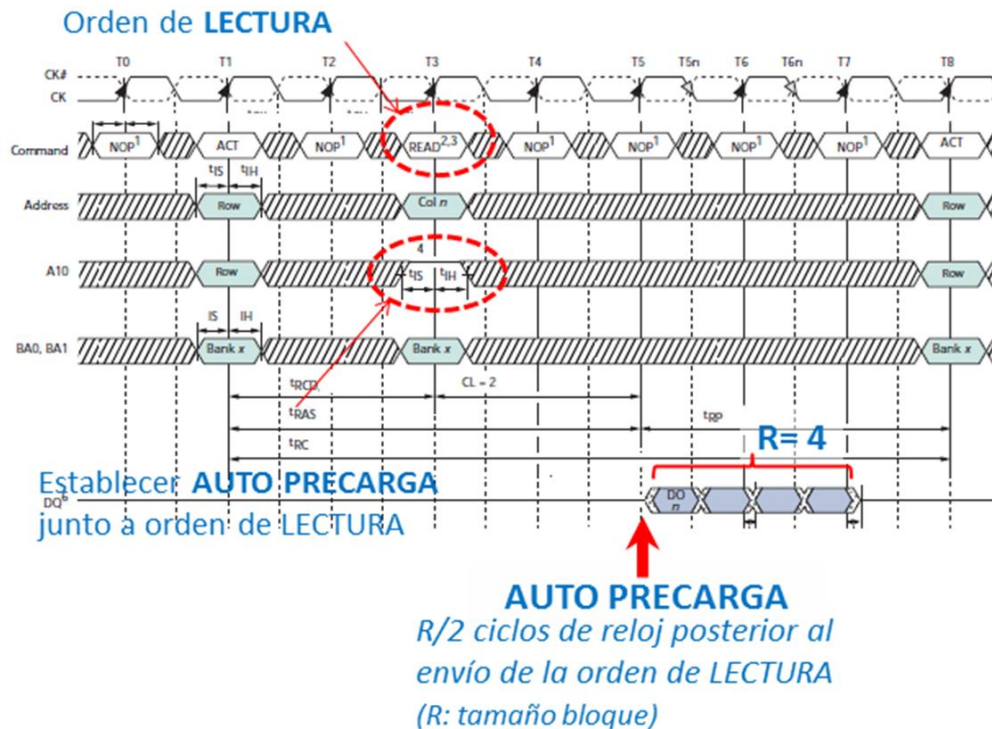

Figura 2. Habilitación de la AUTO-PRECARGA. Memoria DDR
de AUTO-PRECARGA. Esta última se ordena junto a la orden de LECTURA a través de una línea de dirección no usada en el direccionamiento de columna (A_{10} en el ejemplo de la Figura 2), con lo que se evita malgastar posteriormente un ciclo de reloj para el envío explícito de la orden de PRECARGA. Sin embargo, tiene el mismo efecto que este último y está sujeta a las mismas restricciones temporales (T_{RAS} desde el envío de la orden de ACTIVACIÓN) con la ventaja de que la precarga se realiza de forma automática y en el momento óptimo¹.
¹ El instante óptimo de la precarga suele acontecer R ciclos de reloj posterior al envío de la orden de **LECTURA**, caso de memorias SDRAM simples, o $R/2$ ciclos de reloj posterior en el caso de memorias DDR SDRAM, como se aprecia en la Figura 2. En este caso, al tratarse de un bloque de 4 palabras ($R=4$) y ser la SDRAM de tipo DDR, la precarga se hará efectiva 2 ciclos de reloj posterior al envío de la orden de **LECTURA**, coincidiendo con el volcado de la primera palabra del bloque. Obsérvese que en esta ocasión se respeta el tiempo T_{RAS} , en caso contrario, la precarga no se podría efectuar en el momento óptimo. En cualquiera de los casos, desde que la precarga es efectiva hasta que se puede enviar una nueva orden de **ACTIVACIÓN** debe transcurrir, al menos, un tiempo T_{RP} .
PARTE II. Cronograma de lectura de 4 bloques de 4 palabras. ► Ayudados por la Figura 2 y por los valores de los parámetros temporales obtenidos en el Ejercicio 1, represéntese sobre el cronograma la temporización del envío de las sucesivas órdenes (*command*), de las correspondientes direcciones de fila o columna y del volcado de los datos (D) correspondientes al acceso a 4 bloques pertenecientes a filas distintas de un mismo banco. Los comandos corresponderán a los de activación (A) y lectura (R). La dirección podrá ser de filas (F_i) o de columnas (C_i), donde el subíndice indica el número de orden del bloque (0 ... 3) al que hacen referencia. Finalmente, los datos se expresarán en la forma D_i , donde el subíndice i hace referencia a la palabra (0 ... 3) dentro de cada uno de los bloques. Asimismo, **deberán marcarse con una (P) sobre la línea de órdenes los ciclos de reloj en los que se realizan las precargas**. Recuérdese que al tratarse de una SDRAM de tipo DDR, en cada ciclo de reloj se transfieren dos palabras. **Nota:** No hace falta representar el envío de los comandos NOP